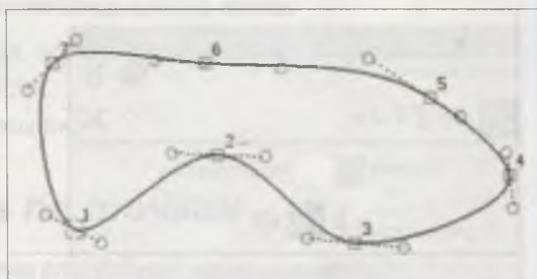

Рис. 6.23. Построение кривой Безье
- ◆ зафиксируйте созданную кривую (рис. 6.23), нажав кнопку **Создать объект** .